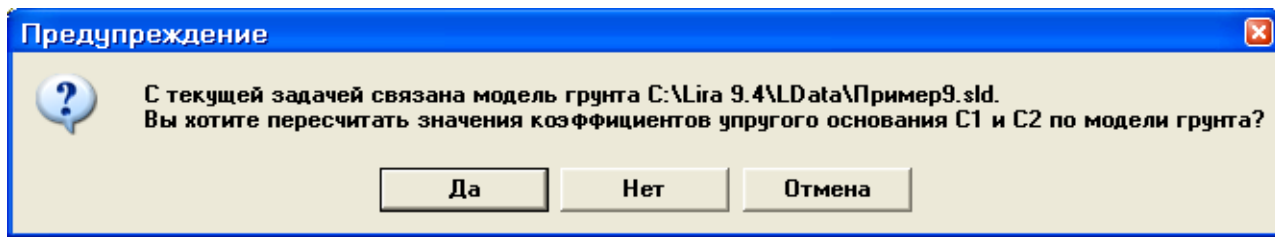

Рис.9.32. Диалоговое окно Предупреждение
- В появившемся диалоговом окне **Предупреждение** (рис.9.32) щелкните по кнопке **Да**.